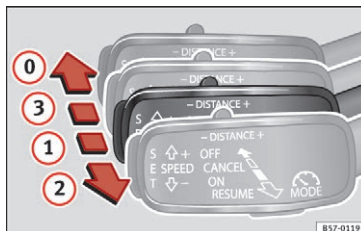

Fig. 180 På venstre side af ratstammen: tredje betjeningsarm til betjening af automatisk afstandsregulering
Du kan genaktivere ACC ved at flytte betjeningsarmen til position ② » Fig. 180.